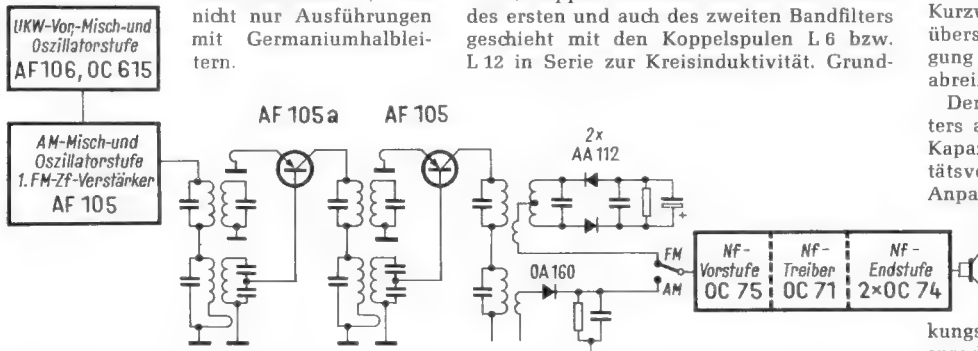
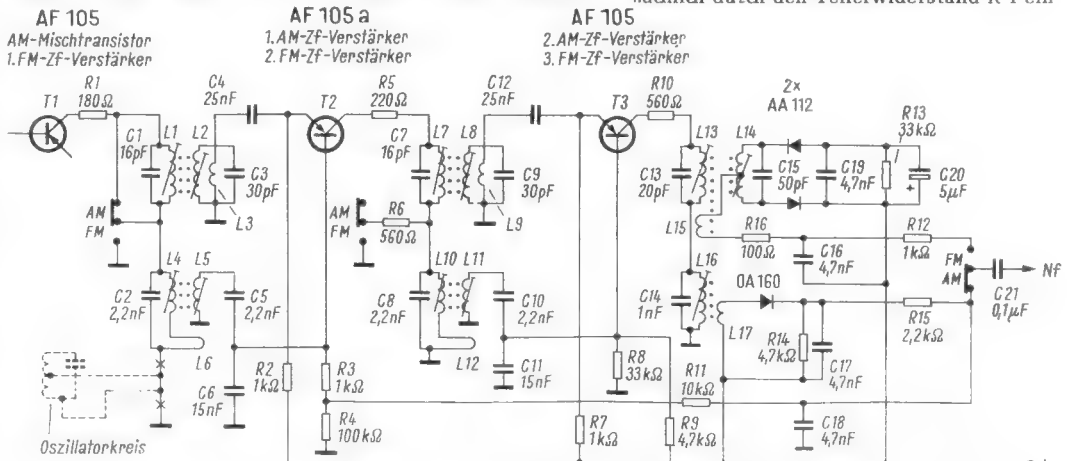

Bild 75. Prinzipschaltbild eines AM-FM-Rundfunkempfängers mit dem beschriebenen Zf-Verstärker
Bild 76. Gesamtschaltung eines transistorbestückten AM-FM-Zf-Verstärkers
Bild 75 zeigt das Prinzipschaltbild eines Reiseempfängers und Bild 76 die Gesamtschaltung des Transistor-Zf-Verstärkers, der für die AM-Bereiche in der Emitterschaltung und bei FM-Empfang in der Basisschaltung arbeitet.
Die Masseverbindung des Primärkreises im ersten Filter (Bild 76) enthält zwei Kreuze und eine punktierte Doppelleitung zur Oszillatorkreis spule. Je nachdem, ob in der Schaltung des Empfängers eine getrennte Oszillatorstufe vorgesehen ist oder eine selbstschwingende Mischstufe, muß hier nämlich die Oszillatorkopplung in den Kollektorkreis einbezogen werden oder nicht. Ein Vergleich mit der Variante des im Kapitel 2.2 in Bild 44) beschriebenen, selbstschwingenden AM-Mischers zeigt, daß auch dort ein Teil der Oszillatorkreis spule in Serie zum ersten Zf-Kreis liegt. In jedem Falle ist der durch den Teil der Oszillator-
Die Schaltung des zweiten Bandfilters unterscheidet sich nicht von der des ersten; lediglich der Schaltkontakt zum Überbrücken des gerade nicht benutzten Kreises liegt anders, wie aus Bild 76 hervorgeht. Im Gegensatz zum ersten Filter überbrückt man hier den AM-Zf-Primärkreis.
Die Funktionsbeschreibung des AM-Zf-Verstärkers nach Bild 76 hat gezeigt, daß hier auf eine Neutralisation verzichtet worden ist, obwohl der Verstärker in Emitterschaltung arbeitet und demnach über die Kollektorbasiskapazität eine „fest eingebaute“ Rückkopplung wirksam sein müßte. Der Grund für den Verzicht auf die Neutralisation sind die verhältnismäßig großen Kreiskapazitäten, die eine genügende Stabilität ohne Neutralisation gewährleisten. Die später beschriebenen Varianten enthalten zum Vergleich ein Beispiel mit Neutralisation.
Widerstände, Spulen und Kondensatoren in Bild 76; Daten, Bedeutung und Fehlermöglichkeiten
**Widerstände, Spulen und Kondensatoren in Bild 76; Daten, Bedeutung und Fehlermöglichkeiten**